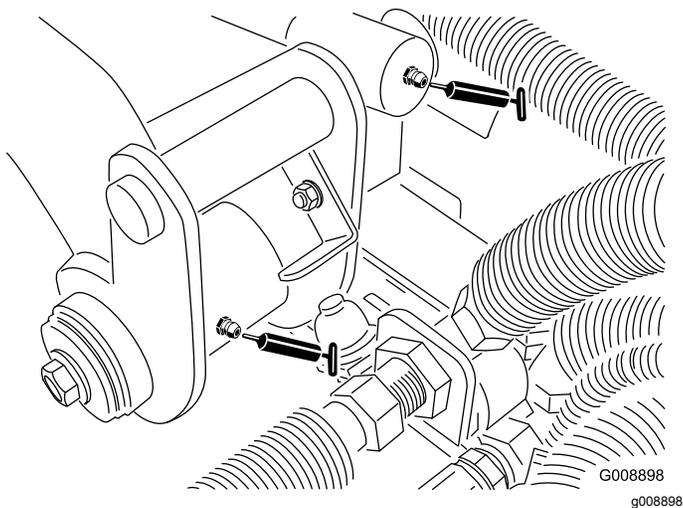

Figura 53
- Pivote y cilindro de elevación del brazo de elevación trasero (2) (Figura 53)